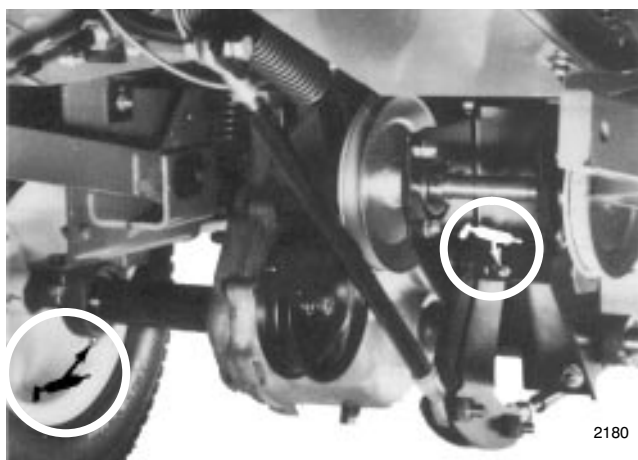

Figure 23
3. Lubrifier les roulements des essieux (Fig. 23).